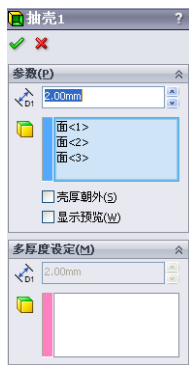
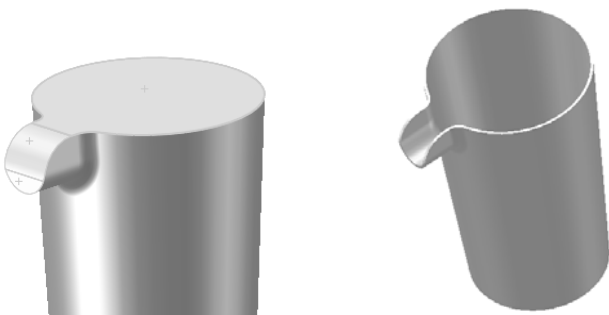

图 6-137 “抽壳”属性管理器
图 6-138 抽壳结果
(9) 抽壳处理。选择菜单栏中的“插入”→“特征”→“抽壳”命令,或者单击“特征”工具栏中的 (抽壳)按钮,此时系统弹出“抽壳”属性管理器。输入厚度“2”,在视图中选取如图 6-137 所示的面为移除面,然后单击属性管理器中的 (确定)按钮,结果如图 6-138 所示。